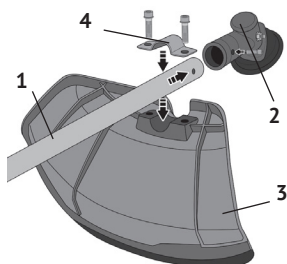

рис.4
- вставить штангу (рис.4 поз.1) с валом в отверстие редуктора (рис.4 поз.2);
- совместив крепёжные отверстия кожуха (рис.4 поз.3) с отверстиями хомута крепления (рис.4 поз.4), соединить их винтами. Затянуть винты крепления шестигранным ключом.